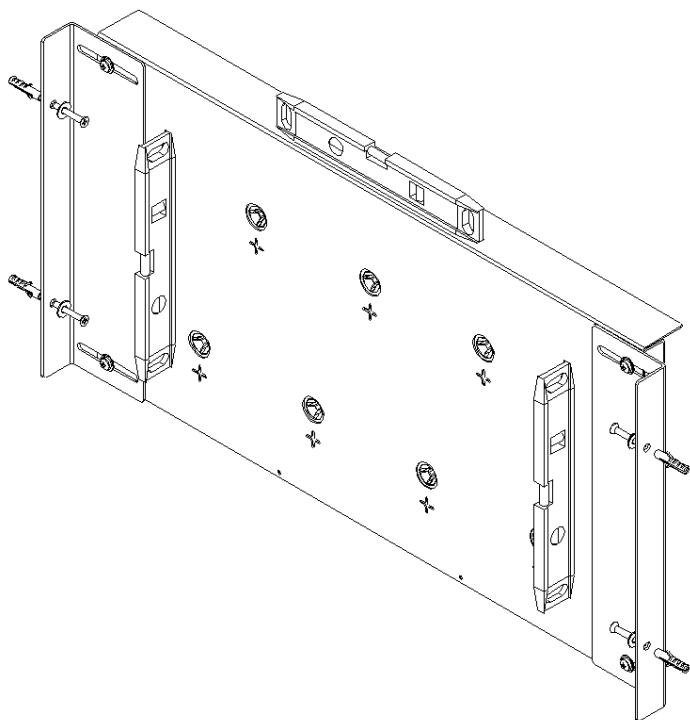

Figura 03
- a) Caso o seu equipamento for instalado em conjunto com Churrasqueira Rotativa, primeiro precisamos apoiar a Estrutura Traseira sobre o muro traseiro. Com auxílio de um nível tipo régua, nivelar a Estrutura Traseira e marcar o centro dos furos na alvenaria. Remova a estrutura traseira novamente, faça os quatro furos na lateral com uma broca de Wídea (concreto) Ø6mm. Coloque as buchas de nylon que acompanham o produto, posicione a estrutura traseira, conecte os fios conforme o tipo de controlador (utilizar fio para alta temperatura), nivelando-a novamente e fixe-a com os parafusos e arruelas, conforme figura 03 abaixo, mantendo o cuidado de não danificar a fiação elétrica durante a instalação.